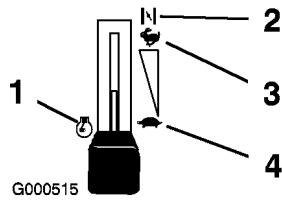

Figure 8
3. Placez la manette d'accélérateur en position Starter pour démarrer à froid (Figure 8).
5. Lorsque le moteur a démarré, amenez progressivement la manette d'accélérateur en position Haut régime (Figure 8). Si le
1. Placez la manette d'accélérateur en position Régime maximum (Figure 8).